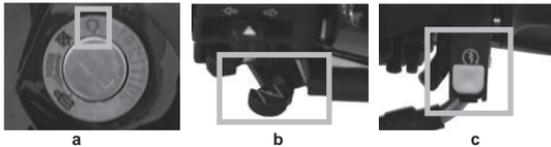

imagen 15. encendido de motor
5. Girar la llave a la posición . Ver imagen 15-A.
7. Colocar la palanca del ahogador en posición abierto. Ver imagen 15-B.
8. Oprimir el interruptor de arranque eléctrico para dar marcha al motor. Ver imagen 15-C.